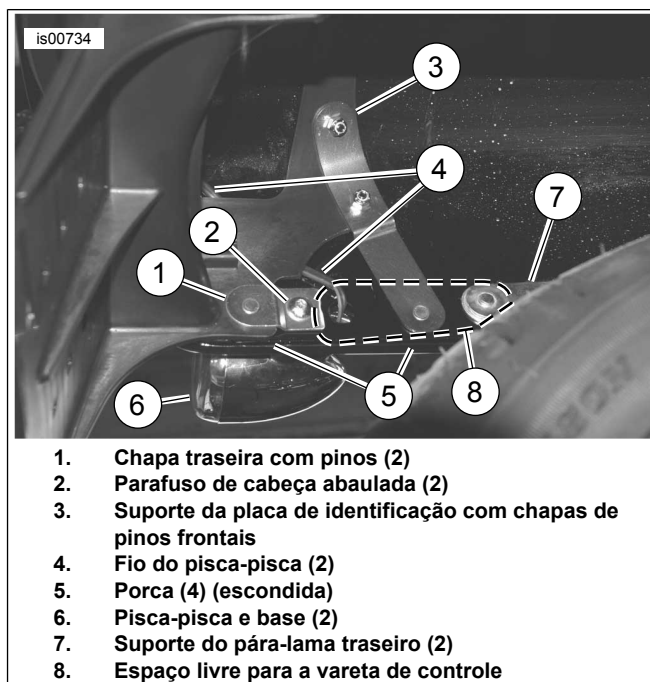
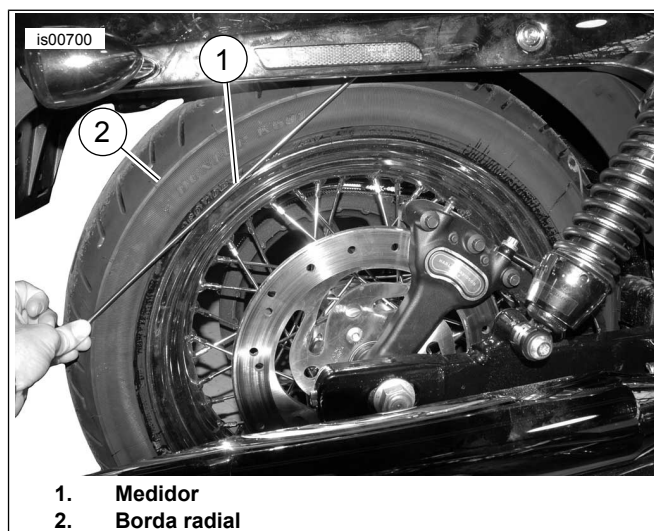

Figura 6. Instale o suporte da placa de identificação
Figura 7. Espaço livre ao redor do medidor
Para os passos 16 a 19, veja a Figura 6 .
21. Veja a Figura 6. Aperte o parafuso de cabeça abaulada (2) com torque de 19 N·m (14 ft-lbs). Repita o procedimento no lado oposto.
4. Veja a Figura 7. Introduza o medidor (1) no sentido transversal à borda radial do pneu (2) e veja se ela passa pelo pára-lama sem tocar (veja a Figura 6) em qualquer ferragem ou suporte existente no espaço livre (8).
5. **Se o medidor passar pelo espaço livre ao redor do medidor (8), siga para a seção Recolocação da motocicleta em serviço abaixo. Se o medidor tocar em algum ponto do espaço livre ao redor do medidor (8), execute o procedimento de Ajuste horizontal mostrado abaixo.**